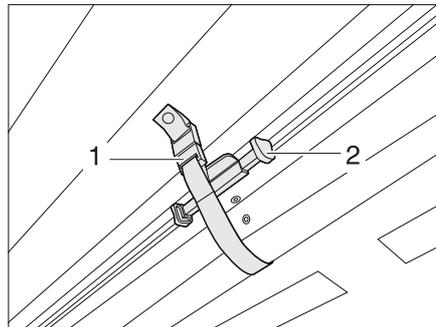

Bild 10 Sichern der Faltdunkelung Frontscheibe
- Die Faltdunkelung für die Frontscheibe mit dem Griff (Bild 10,2) nach oben schieben, bis sie einrastet. Mit der Verschlusschlaufe (Bild 10,1) sichern. Die Faltdunkelung ist gesichert.